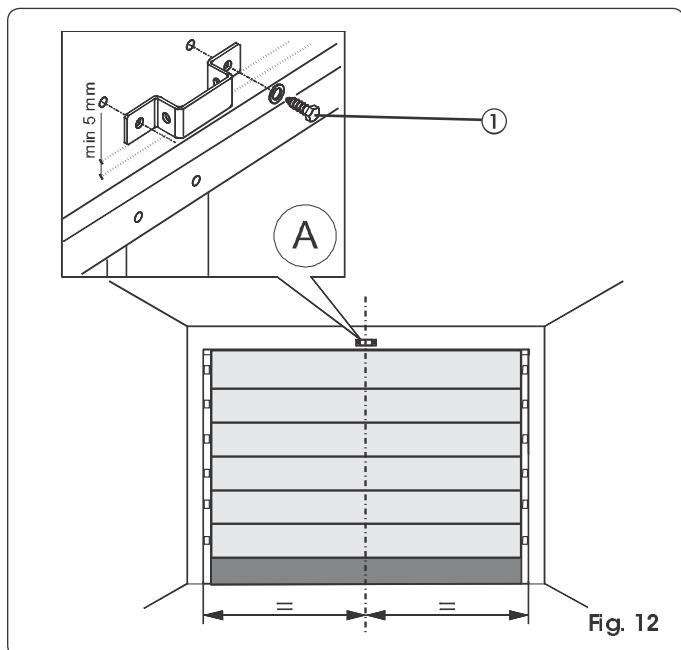

Fig. 12
- 1) Tracer sur le linteau une ligne correspondant au centre vertical de la porte (Fig. 12).
- 3) Positionner la patte de fixation de la patte d'attache antérieure avec le bord inférieur au moins 5 mm au-dessus du point d'intersection des lignes et centré par rapport à la ligne verticale (Fig. 12). Consulter également le paragraphe 7.2, pour le positionnement correct de la patte par rapport au point d'attache sur la porte.
- 5) Procéder au perçage et au montage, par l'intermédiaire des vis (ref. ① Fig. 12) **NON** fournies.